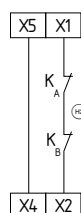

Fig. 7
**Démarrage automatique (Fig. 7)**